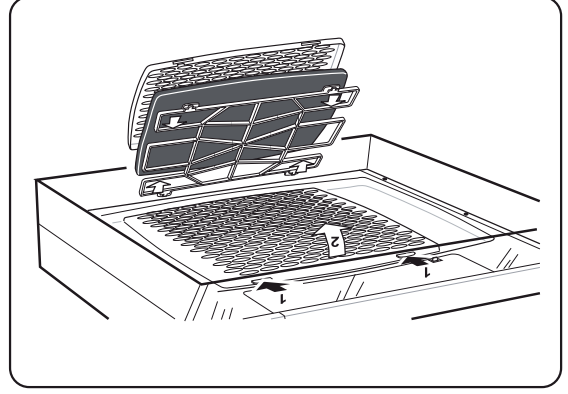

Abbildung 1
Die Dunstabzugshaube wird mit einem feuchten Tuch und einer milden Reinigungslösung gereinigt. Bei normalem Gebrauch sollte der Fettfilter ca. alle zwei (2) Wochen gereinigt werden. Lösen Sie die Filterkassette durch Drücken auf den Druckverschluss am vorderen Rand der Kassette und nehmen Sie den Filterträger und das Flies durch Öffnen der Halterung heraus, Abb. 1. Tauchen Sie Filterfließ und Träger in spülmittelhaltiges warmes Wasser. Beides kann auch in der Geschirrspülmaschine gereinigt werden. Es wird empfohlen, die Dunstabzugshaube mehrere Male im Jahr zu reinigen. Verwenden Sie dafür ein feuchtes Tuch und Geschirrspülmittel. Nach Abschluss der Reinigung die Filterkassette wieder einsetzen und nach oben drücken, bis der Druckverschluss einrastet.